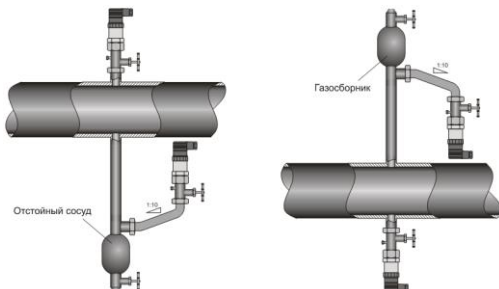

Рисунок 2. Монтаж датчика для измерения давления газа (слева) и жидкости (справа).
4.4. Механическое присоединение датчиков рекомендуется производить с ориентацией, при которой соединительная линия от места отбора давления имеет односторонний уклон ($\geq 1:10$) вверх к датчику, если измеряемая среда – газ, и вниз к датчику, если измеряемая среда – жидкость (см. рис. 2.). Если это невозможно, при измерении давления газа в нижних точках соединительных линий следует устанавливать отстойные сосуды, а при измерении давления жидкости в наивысших точках – газосборники. Отборные устройства для установки датчиков рекомендуется монтировать на прямолинейных участках, на максимальном удалении от насосов, запорных устройств, колен, компенсаторов и других гидравлических устройств.